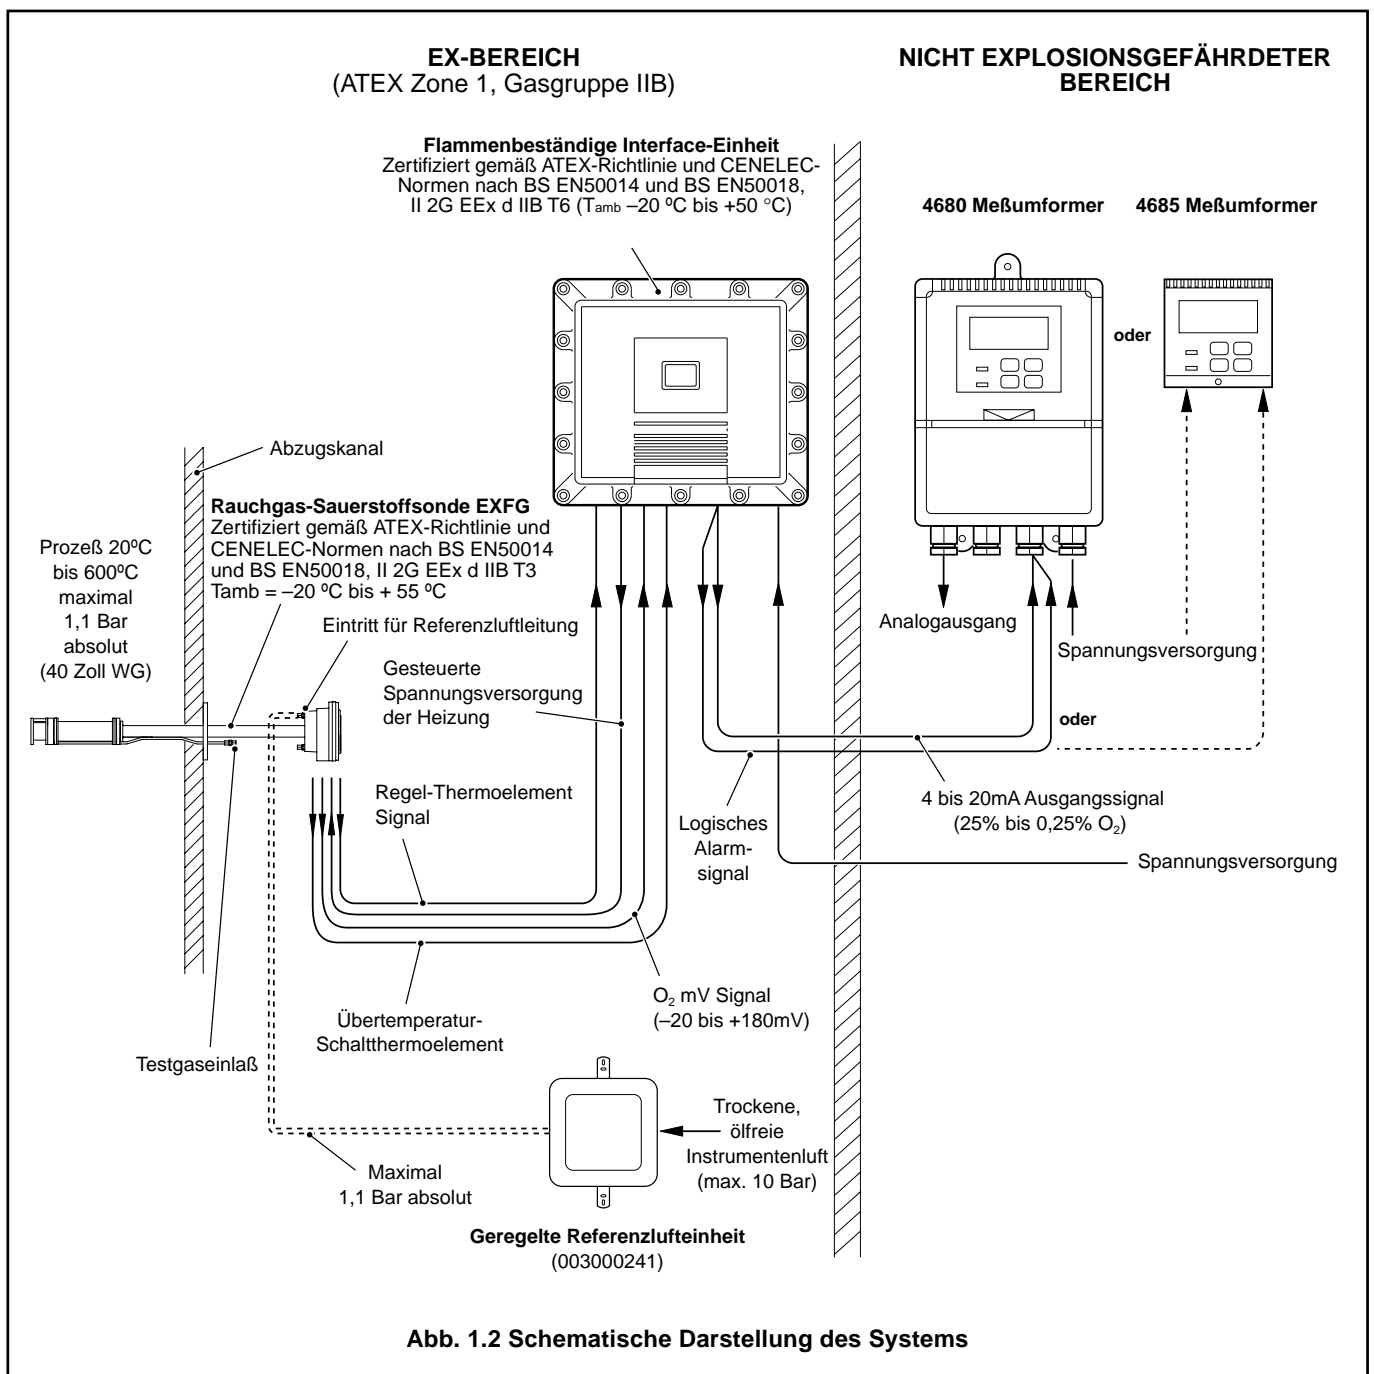

Abb. 1.2 Schematische Darstellung des Systems
1.3 Systemüberblick – Abb. 1.2